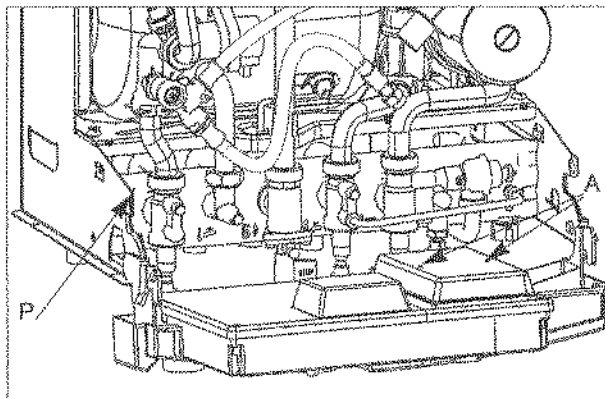

Fig. 11
- Dévisser les deux vis «A» (fig.11) de fixation du capot de protection, ôter le capot.